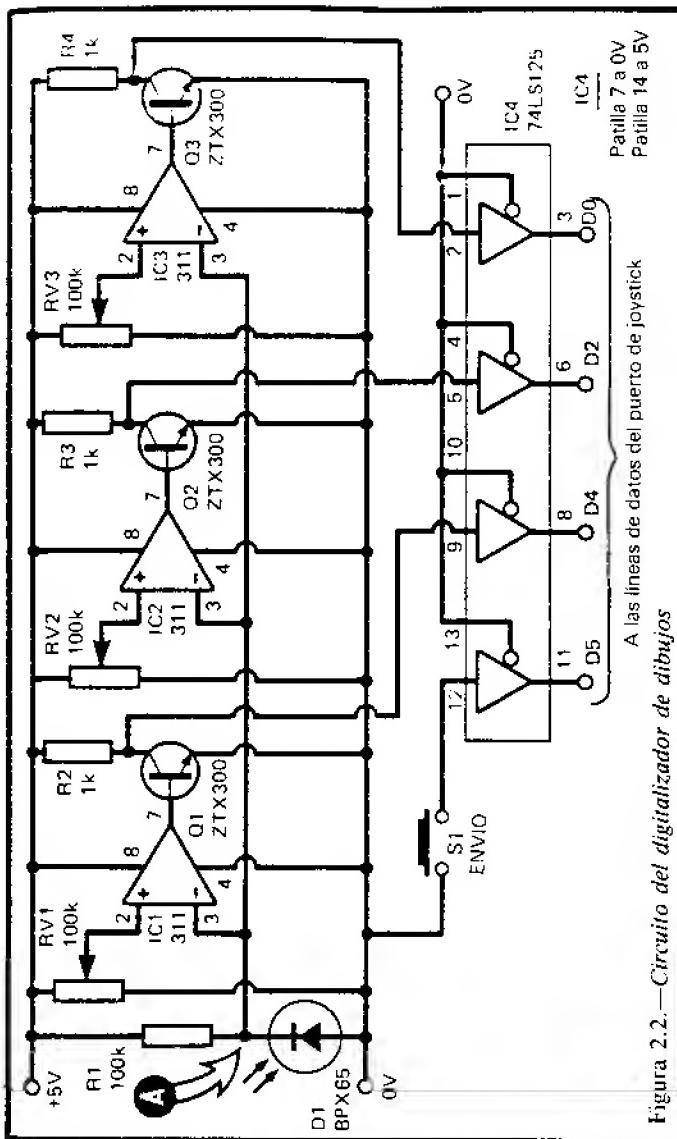

Figura 2.2.—*Circuito del digitalizador de dibujos*
Si una muy pequeña cantidad de luz (la reflejada por un papel negro) alcanza D1, el voltaje de A deberá ser mayor que cualquiera de los voltajes de los potenciómetros, de tal manera que todas las salidas estén a nivel alto. Para valores intermedios (tonos de gris o colores), uno o más de los comparadores debe estar alto mientras los otros estén bajos. La salida de cada comparador alimenta un transistor. Cuando el comparador tiene una salida alta, el transistor conduce. El voltaje de su colector cae a 0V. El transistor invierte la salida del comparador. Este voltaje se alimenta al *buffer* IC4. Cuando el *buffer* se activa (véase el siguiente epígrafe) y se le alimenta un nivel bajo, este mismo nivel bajo pasa al *bus* de datos. Es decir, cuando el comparador tiene un nivel bajo, aparecerá un nivel alto en el *bus* de datos. Las diferentes posibles salidas del circuito se alistan en la tabla 2.1. La parte superior de la tabla muestra qué ocurre cuando no se pulsa el botón de transmisión (S1, figura 2.2). La patilla D5 está a nivel alto, mientras que las otras tres patillas pueden tener cualquier otro nivel. Con un Amstrad, una entrada alta en la patilla D5 hacen que JOY(0) devuelva el valor 0. Si alguna de las otras patillas está baja, el valor será mayor que 0. Como se ve en la tabla, el valor será siempre menor que 32 cuando el botón de transmisión no está pulsado. Con los ordenadores MSX utilizaremos STRIG(3) para detectar cuándo se ha pulsado el botón de transmisión. Cuando no se ha pulsado D5, está alta. El estado de las otras líneas no afecta a STRIG(3), que devuelve el valor 0. Cuando está pulsado el botón de transmisión, STRIG(3)